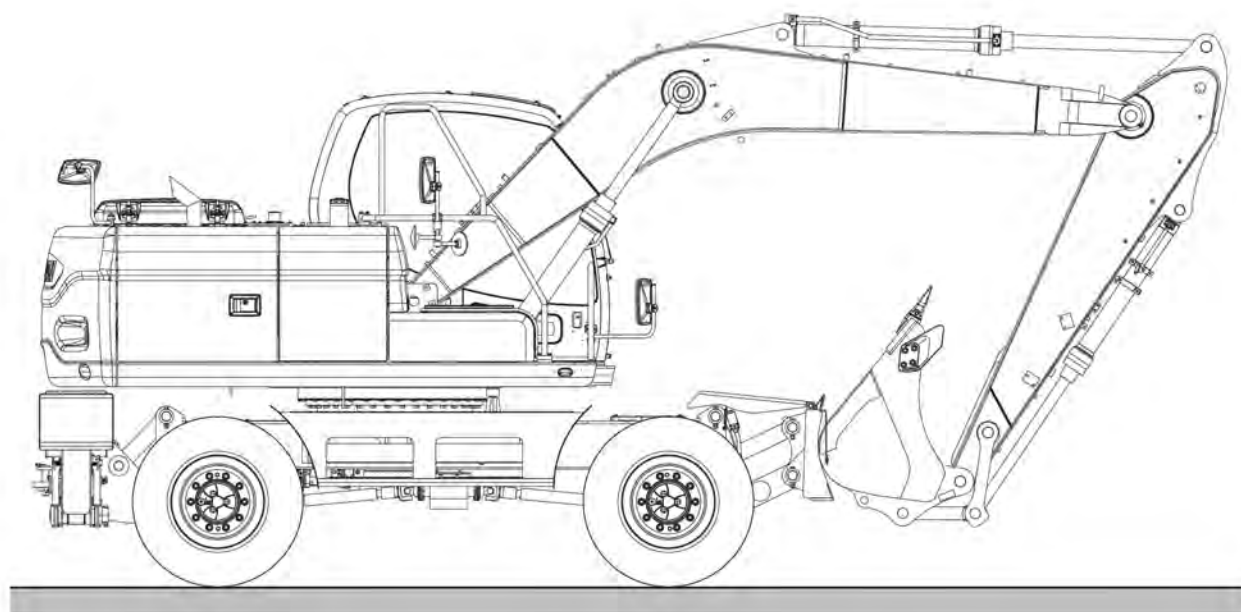

Рис. 31
5. Установить переднее оборудование в транспортное положение (**TRANSPORT**) и поставить фиксатор функций в положение хода (**TRAVEL**). См. рис. 31 на стр. 3-16.